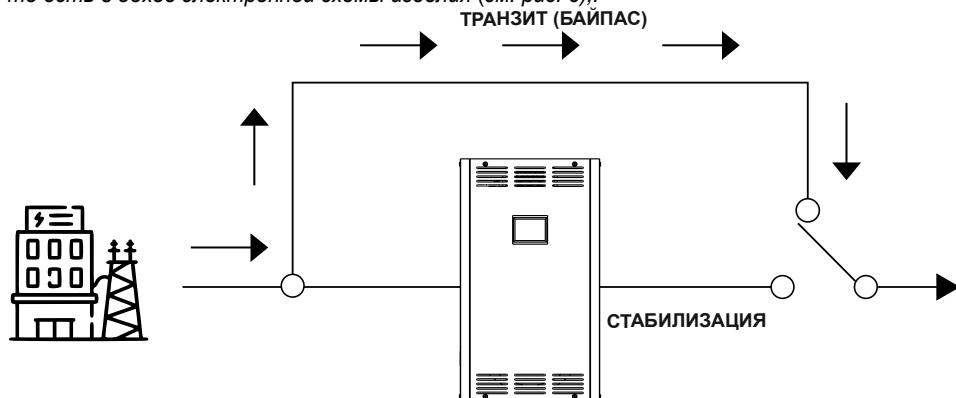

Рисунок 6 - Иллюстрация режима транзит (байпас).
*Примечание: * Режим транзит (байпас) — дополнительная опция стабилизаторов напряжения, позволяющая скоммутировать входное сетевое напряжение сразу на нагрузку, то есть в обход электронной схемы изделия (см. рис. 6);.*